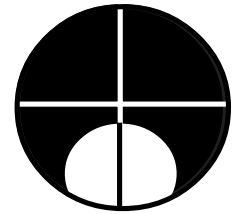

FIGURA 2
**A Figura 2** mostra um écran alvo no qual a bexiga sobrepõe apenas um dos lados do cone. O equipamento reconhece esta situação e introduz o sinal >. Pode ser conseguida uma maior precisão se o exame for repetido com a cabeça da sonda reposicionada e realinhada.